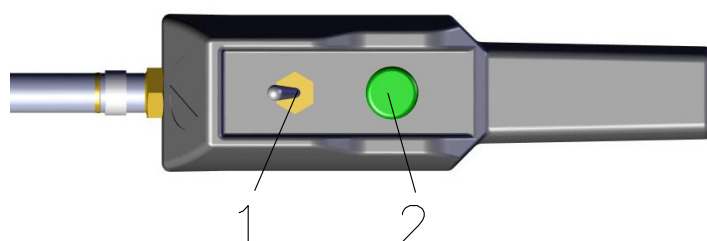
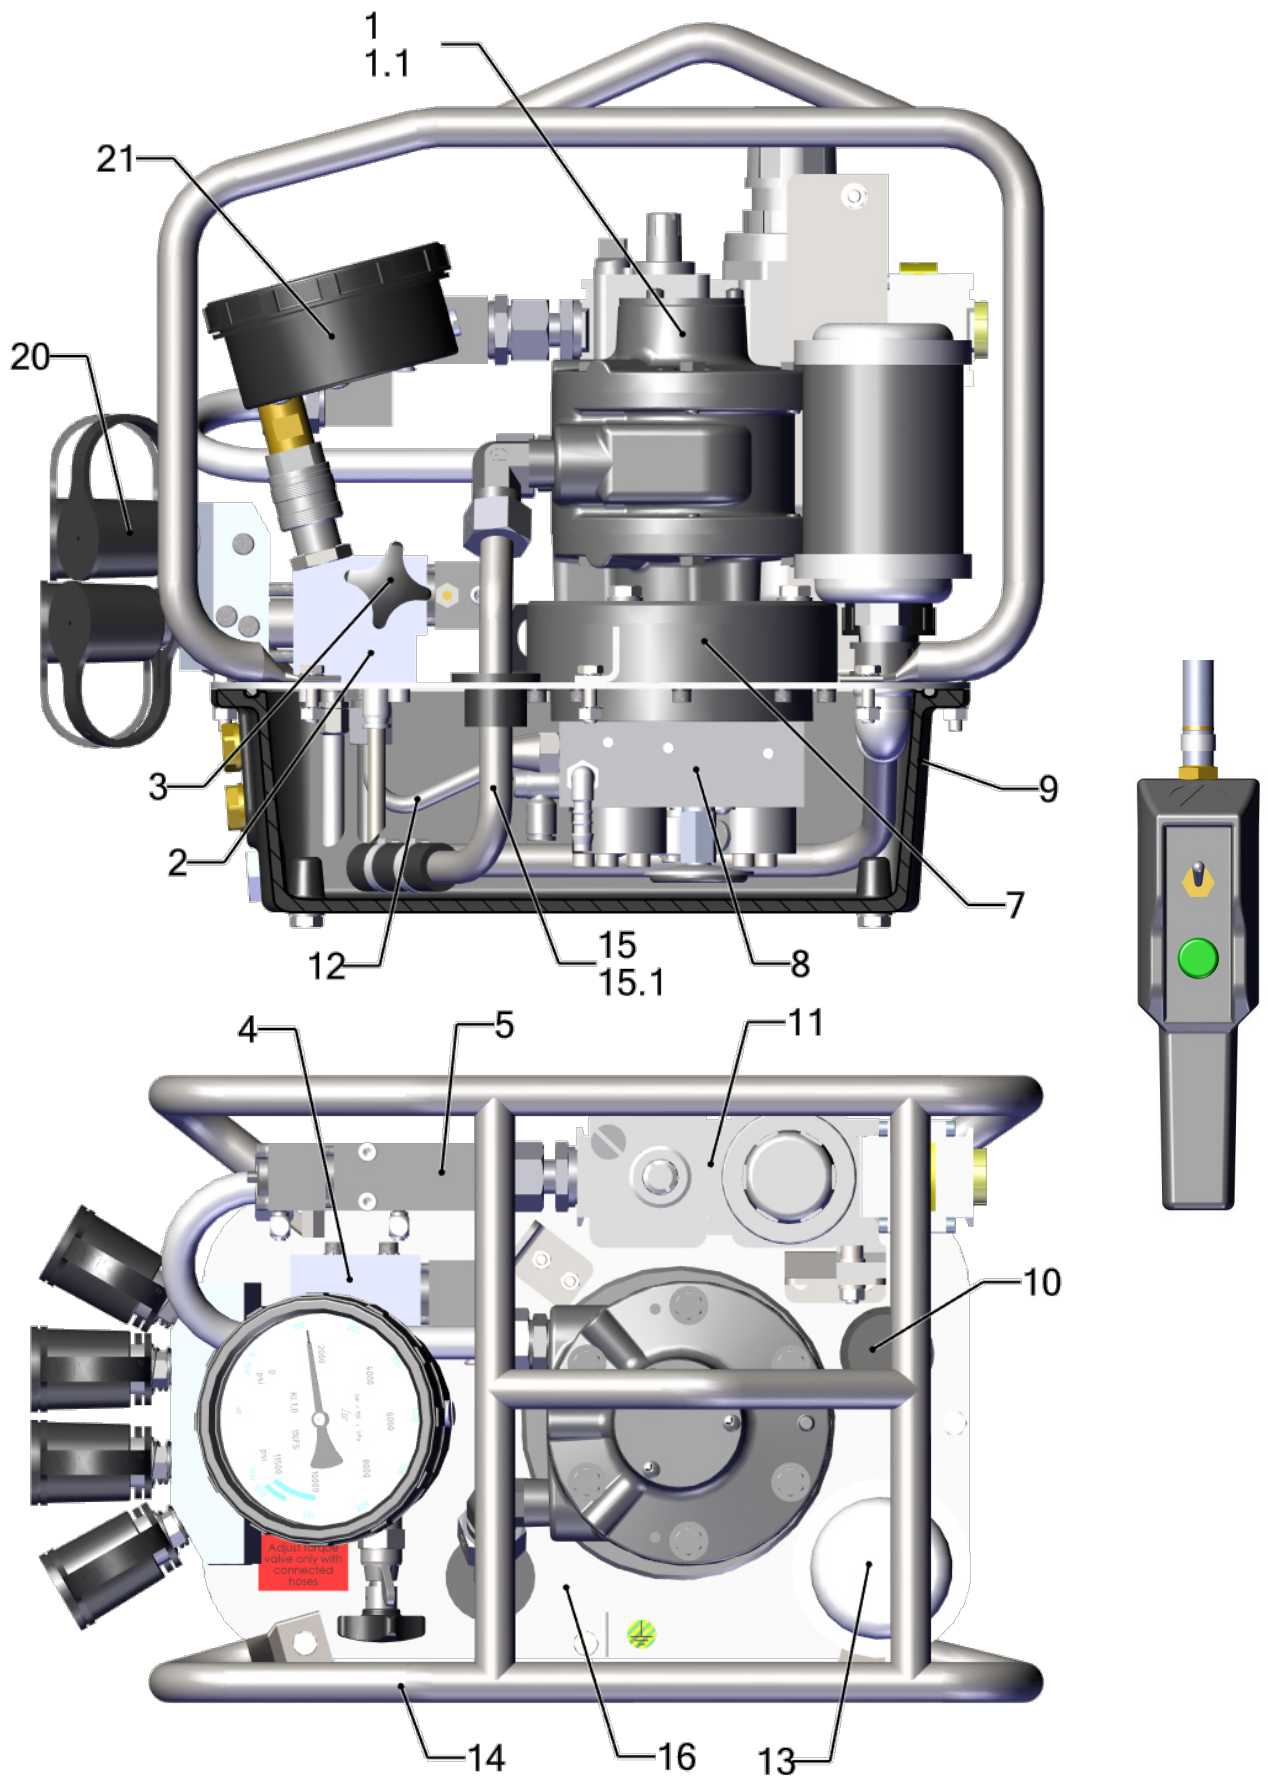

Abb.1
Abb.2
Die Hydraulikpumpe wird angetrieben von einem Pneumatik-Motor. Schliessen Sie die Druckluftversorgung an die an der Pumpe befindliche Wartungseinheit (Pos. 11, Abb. 2) mittels geeigneter Kupplung an. Kontrollieren Sie den Ölstand im Öler. Sollte er nicht mehr ausreichend sein, füllen Sie geeignetes Öl nach! Nähere Angaben hierzu finden Sie in der Ersatzteilliste.
Beim Umlegen des Kippschalters Pos. 1 an der Fernbedienung (Abb.1) läuft der Pneumatikmotor an und das angeschlossene Werkzeug geht in den Rückhub. Durch drücken des Knopfes 2 schaltet das Werkzeug in den Vorhub, beim Loslassen desselben wieder in den Rückhub. Am Druckeinstellventil Pos.3 (Abb.2) kann der benötigte Druck eingestellt werden.
By switching the toggle switch pos.1 of the remote control (Abb. 1) the pneumatic motor starts and the mounted tool retracts. By pressing the button pos.2 the tool advances, let the button go and it retracts again. You can adjust the necessary pressure at the relief valve pos.3 (Abb.2).